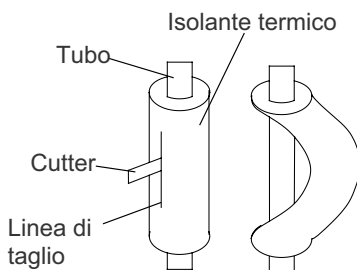

Fig.13
- (2). Non piegare i tubi formando un angolo inferiore a 90°.
- (3). Quando i tubi vengono piegati o stesi ripetutamente, il materiale si irrigidisce, rendendo la piegatura o la distensione sempre più difficile. Non piegare o stendere i tubi più di tre volte.
- (4). Quando si piega un tubo, non piegarlo così com'è, o questo si schiaccia. In questo caso, tagliare il rivestimento termico con un taglierino affilato, come mostrato dalla Fig.13, e piegarlo dopo aver esposto il tubo. Dopo aver piegato il tubo secondo necessità, ricordarsi di rimettere il rivestimento termico sul tubo e fissarlo con nastro adesivo.